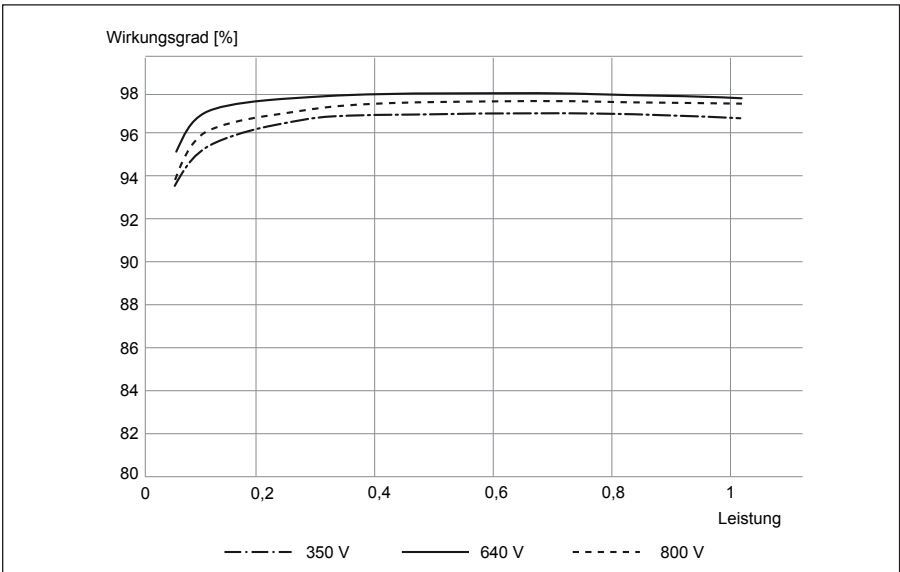

Abb. 6.15.: Wirkungsgradkurve des SOLIVIA 15 TL
1. Lösen und entfernen Sie die beiden in Abbildung 6.15 markierten Kreuzschlitzschrauben.